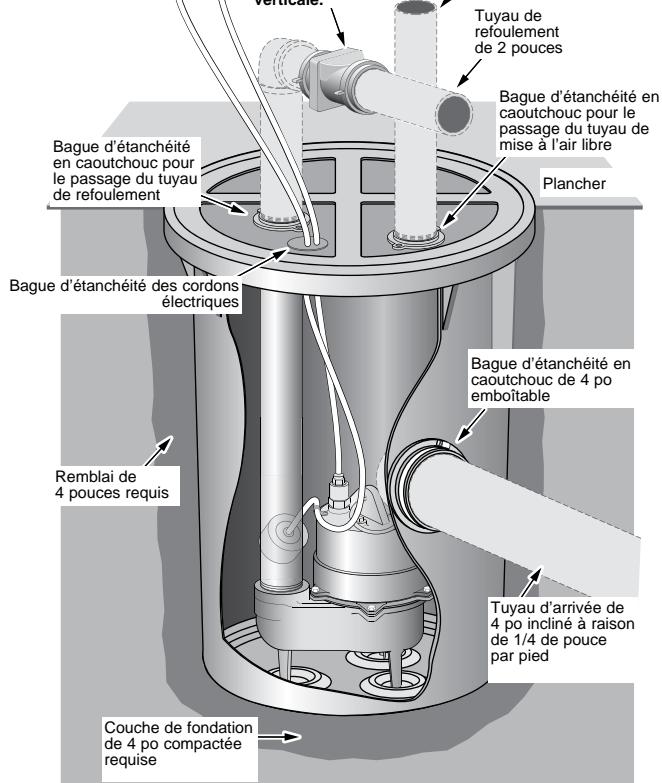

Figure 1 – Installation type
Instructions d'installation. Se reporter à la Figure 1.
- Creuser un trou pour recevoir le bassin des eaux d'égout et la couche de fondation. Le trou doit être suffisamment profond de façon que le haut du bassin affleure le plancher lorsqu'il sera fini. Se reporter à la Figure 1 de la page 9.
11. Poser un clapet de non retour de 2 pouces sur la partie horizontale du tuyau de refoulement. Se reporter à la Figure 1. S'assurer que la flèche indiquant le sens du débit est orientée à l'opposé de la pompe. Ce clapet de non retour empêchera l'eau de retomber dans le bassin pendant que la pompe ne fonctionnera pas.